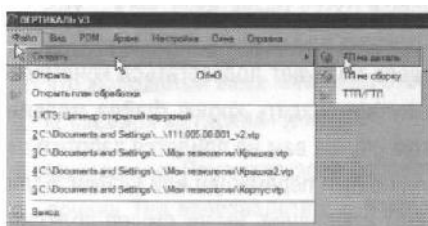
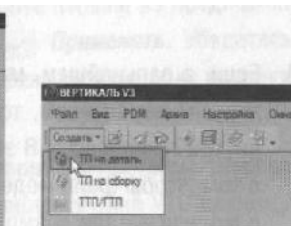

Рисунок 5
Рисунок 6
1. Выберите в основном меню **Файл - Создать - ТП на деталь** (рис. 5) или нажмите **Создать - ТП на деталь** на инструментальной панели (рис. 6).